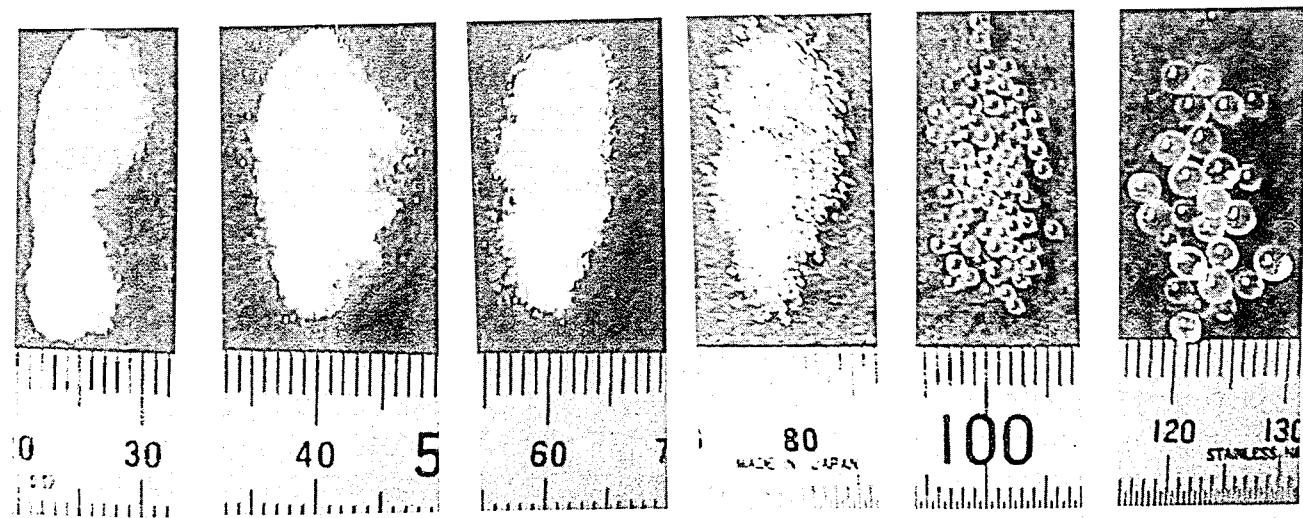

図2 粒径の異なるガラスピーズ（左から 0.05, 0.1, 0.2, 0.5, 1.0, 2.0mm）
0.5mm, 1.0mm, 2.0mm, 5.0mm の 5 個所で、したがって 6 段階に分類される。粒度ゲージのガラスピーズはここでは 0.05mm, 0.1mm, 0.2mm, 0.5mm, 1.0mm, 2.0mm である（図 2）。これらを基準として肉眼で両者を比較することにより、絶対的な粒度の判定が非常に容易になる。この方法では、一粒一粒を判定するというよりも粒粒の集団としての視覚的な情報をバイオセンサーとしての人間が判定するというものである。